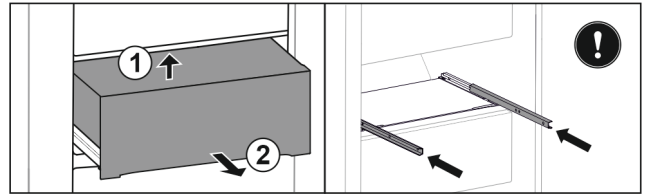

Fig. 124
- Nosta vetolaatikkoa alhaalta takaa. Fig. 124 (1)
- Poista vetolaatikko vetämällä sitä eteenpäin. Fig. 124 (2)